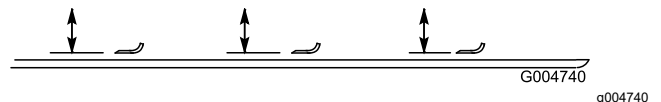

Bild 24
3. Drehen Sie die Messer, bis die Enden nach vorne und hinten zeigen und messen Sie von der Innenseite des Mähwerks bis zur Schnittkante an der Vorderseite des Messers (Bild 24).